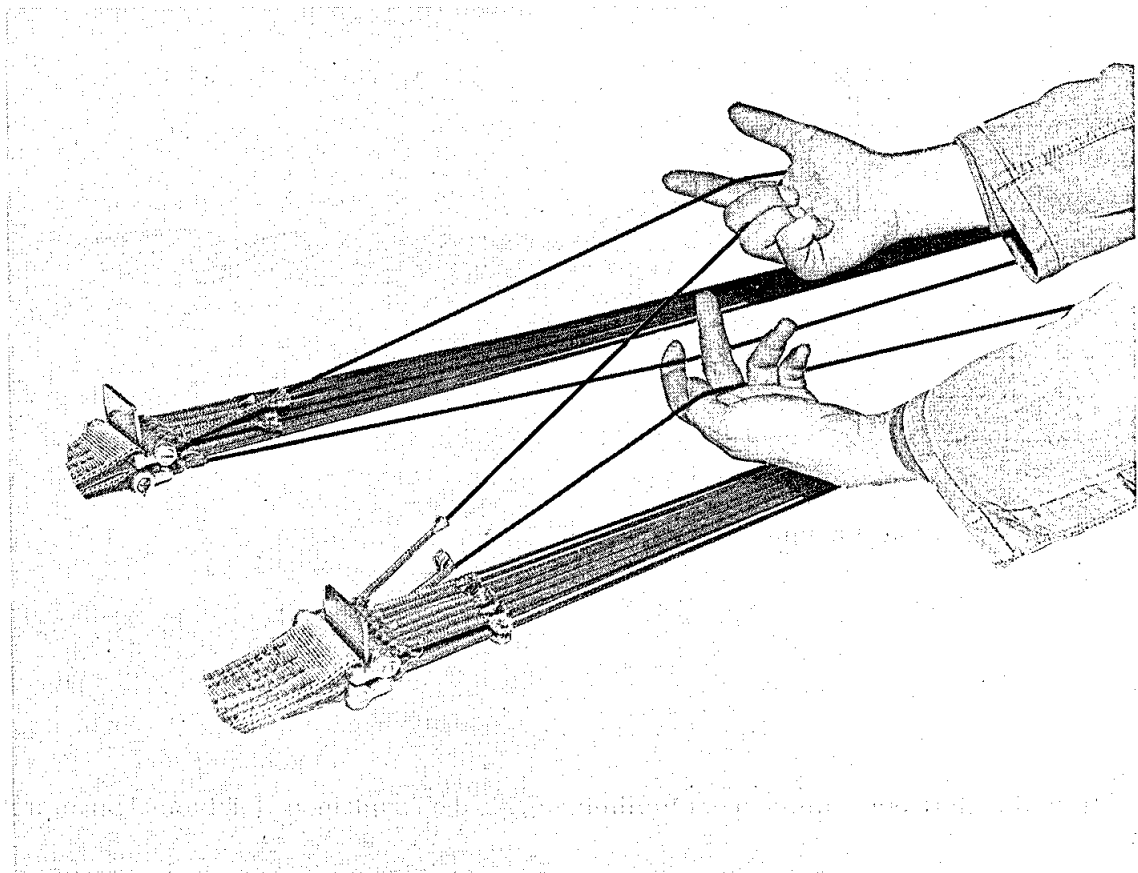

Bild 14 Fallschirmpacker kontrolliert freien Verlauf der Kontrolleinen 30 und 1, 16 und 15 von der Basis zu den Fangleinen-Verbindungsstücken
- die Fangleinen-Verbindungsstücke so in der Spannharke liegen, daß die Fangleinen wie in Bild 14 gezeigt verlaufen;